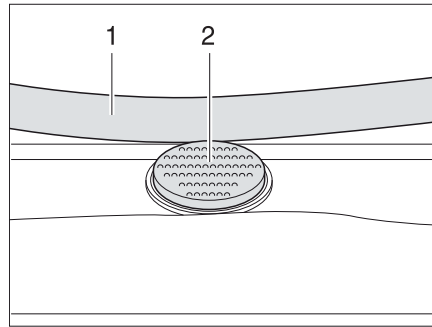

Fig. 46 Bouton de sûreté sur le lanterneau Heki
- Appuyer sur le bouton de sûreté (Fig. 46,2) et tirer l'étrier (Fig. 46,1) vers le bas avec les deux mains.
- Pousser l'étrier vers le haut avec les deux mains jusqu'à ce que ce dernier se trouve au-dessus du bouton de sûreté (Fig. 46,2).